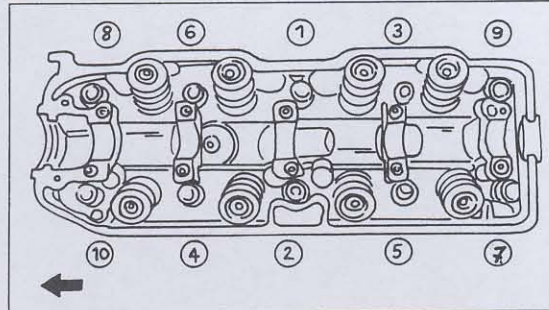

Bild 72
- Die Schrauben unter Bezug auf Bild 72 auf ein Anzugsdrehmoment von 78 Nm anziehen.
- Die gelösten Schrauben in Anzugsreihenfolge von Bild 72 mit 20 Nm anziehen.